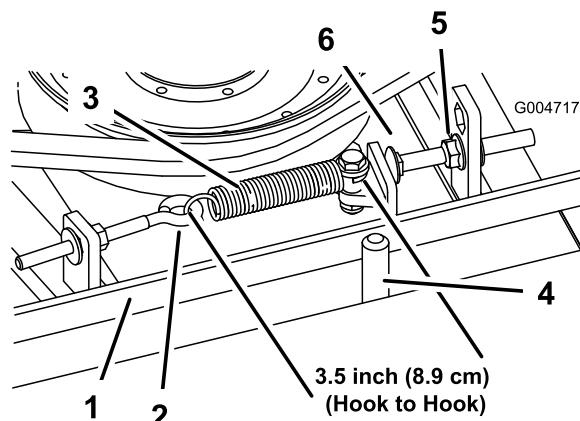

Figura 94
hasta que quede aproximadamente 2–5 mm de holgura entre la cabeza del perno y el brazo tensor (Figura 94).
Nota: Asegúrese de que la correa está colocada en el lado del muelle de la guía de la correa (Figura 94).
2. Afloje el perno de ojal para poder retirar el muelle de extensión (Figura 94).
3. Afloje la tuerca con arandela prensada que fija el perno de tope a la pestaña de montaje, y aparte la polea tensora de la correa para aliviar la tensión de la correa (Figura 94).
9. Conecte el muelle de extensión (Figura 94) al perno de ojal y tense la correa de la siguiente manera: